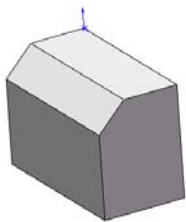

图 3-104 倒角的图形
**07** 确认倒角特征。单击“倒角”属性管理器中的“确定”图标按钮, 结果如图 3-104 所示。